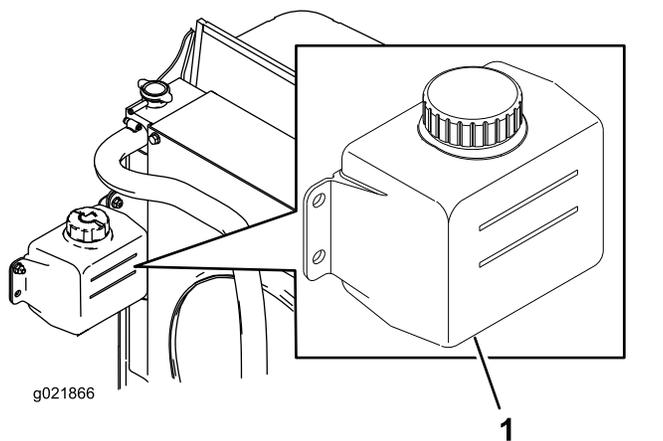

Figura 94
1. Compruebe el nivel de refrigerante en el depósito de expansión (Figura 94).